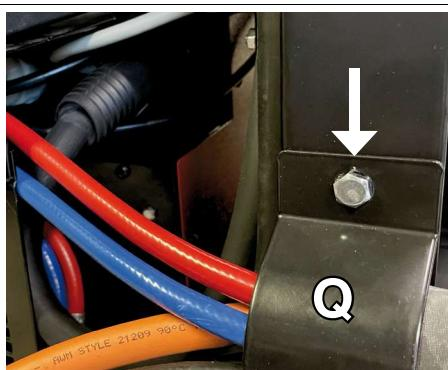

Fig. 31
Bloccare le due guaine delle connessioni generatore carrello al lato destro e sinistro del pannello porta bombola utilizzando la flangia (Q) e la vite testa esagonale M6x12 come in fig. 31 e 32.
Lock the two sheaths of the wire feeder-power source connections to the right and left side of the cylinder holder panel using the flange (Q) and the M6x12 hexagonal head screw as in fig. 31 and 32.
Bloquee las dos vainas de las conexiones del generador-carro arrastrahilo al lado derecho e izquierdo del panel portabombonas utilizando la brida (Q) y el tornillo de cabeza hexagonal M6x12 como en la fig. 31 y 32.